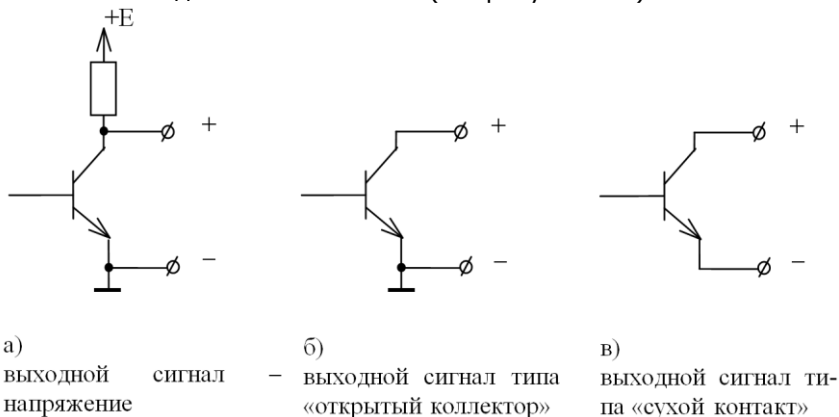

Рис. 7.5
5.5.4 Выходные каскады импульсного выхода аппаратно могут быть выполнены одним из 3 способов (см. рисунок 7.5):